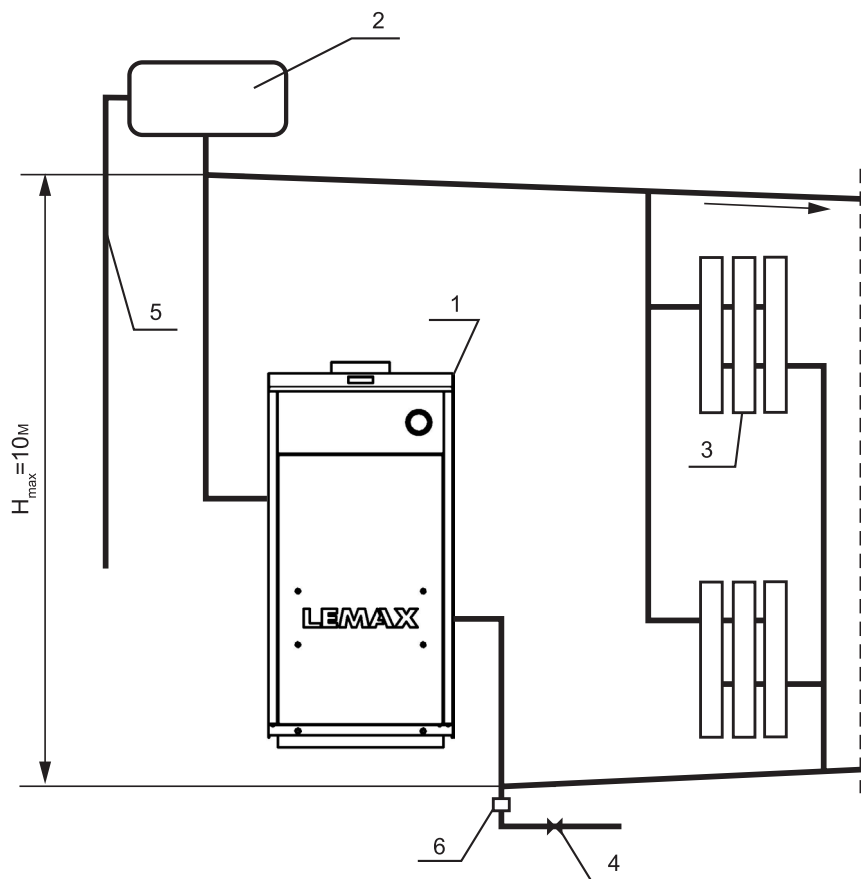

Рис. 2.
- 6.6. Расширительный бачок устанавливается в верхней точке главного стояка, желательно в отапливаемом помещении. Запрещается устанавливать вентиль на сигнальной трубе (см. рис. 2, 3).